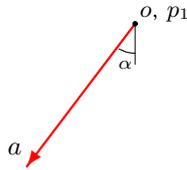

Рис. 112
2. *План скоростей.* Вычисляем значение скорости точки  $A$  (6.8). Выбираем на плоскости произвольную точку, от которой будем откладывать скорости механизма. В этой же точки будут находиться образы неподвижных точек механизма, в данном примере это неподвижный шарнир  $O$  и точка касания цилиндра и плоскости  $P_1$ . Заметим, что при построении плана скоростей информация о МЦС звеньев не используется. Построение начинаем с вектора  $\vec{v}_A$ , направление и величина которого известны (рис. 112).